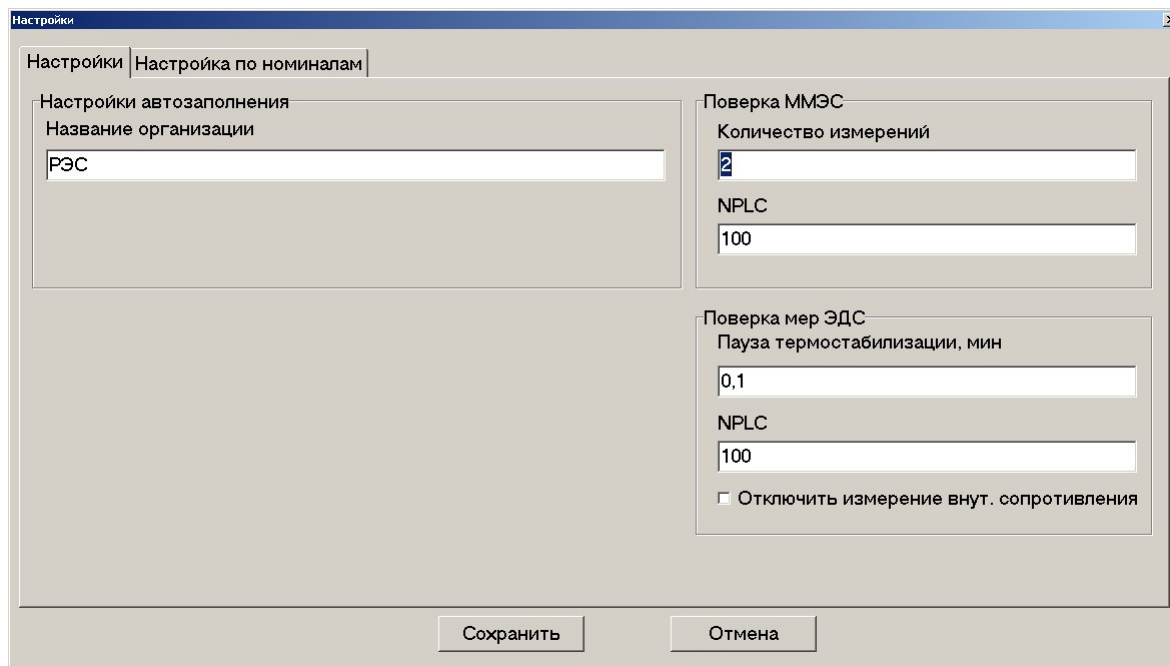

Рисунок 10. Окно «Настройки»
7.1.16 Находясь в главном окне (рис. 2), нажмите кнопку «Настройки». Откроется окно «Настройки» (рис.10). В этом окне отображаются следующие вкладки: